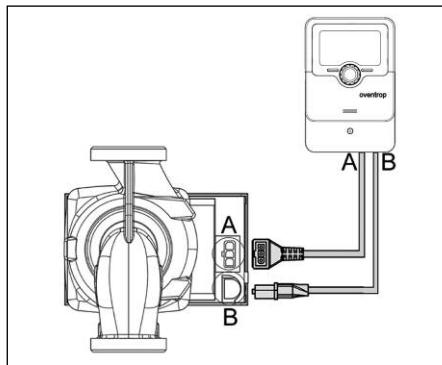

Fig. 6.3 Câble de raccordement du circulateur à haut rendement (exemple pour circulateurs Wilo)
- Diriger les câbles du circulateur vers le bas et le raccorder au régulateur en respectant les instructions de montage du fabricant de l'installation solaire. Pour des circulateurs avec des fiches de raccordement voir fig. 6.3.